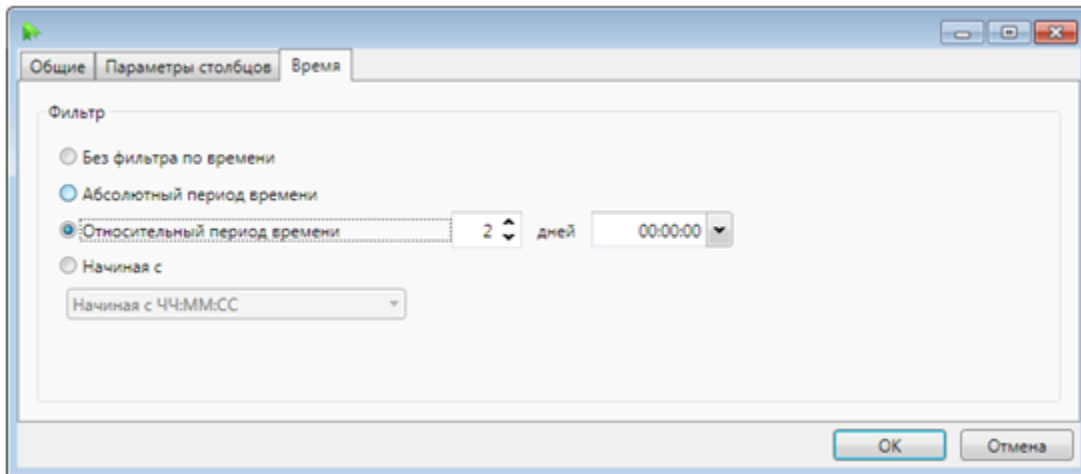

Рисунок 363 – Раздел **Время** фильтра журнала событий
– время (рисунок 363, таблица 265).